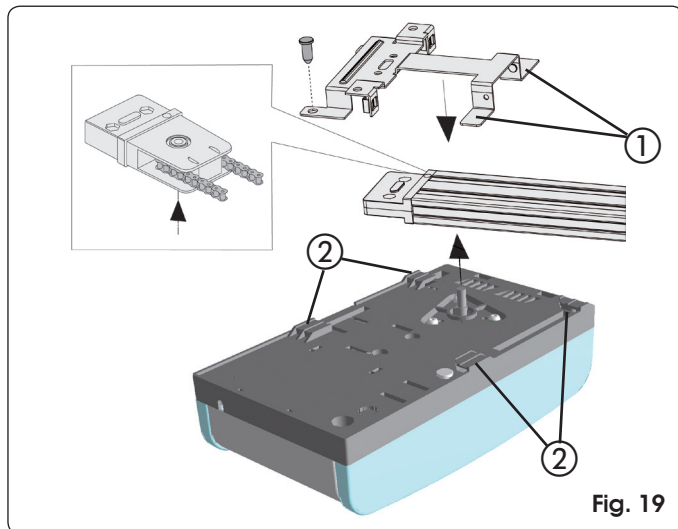
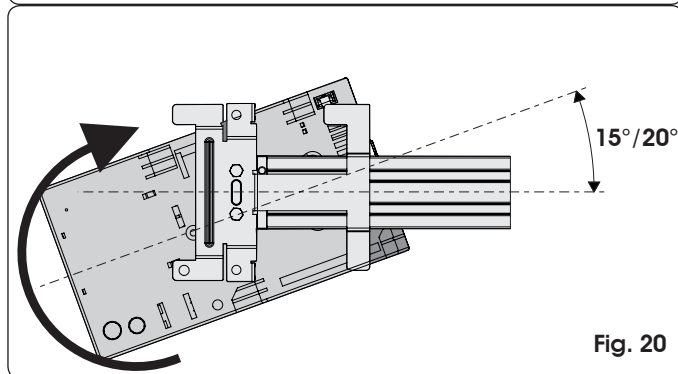
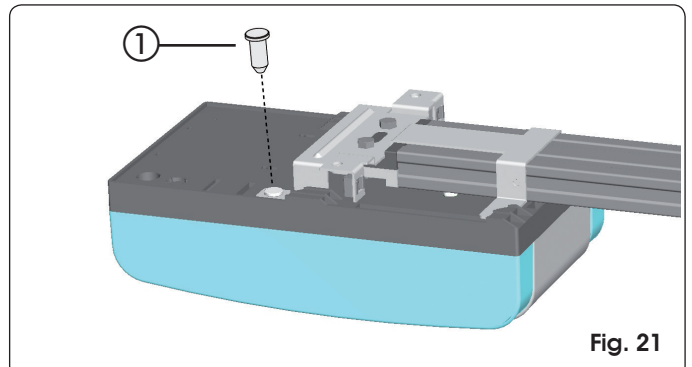

Fig. 19
Fig. 20
Fig. 21
- 1) Steek, terwijl de aandrijving met een hoek van 15°/20° wordt gehouden (Fig. 20), het asje van de motorreductor in de verbinding aan de achterkant van de geleiderail, en duw de pootjes (Fig. 19 ref. ①) naar de uitsparingen op de onderkant van de aandrijving (Fig. 19 ref. ②).
- 2) Draai de aandrijving in de richting van Fig. 20 tot hij in de positie van Fig. 21 komt, en steek de pen in het gat van de verbinding aan de achterkant (Fig. 21 ref. ①).